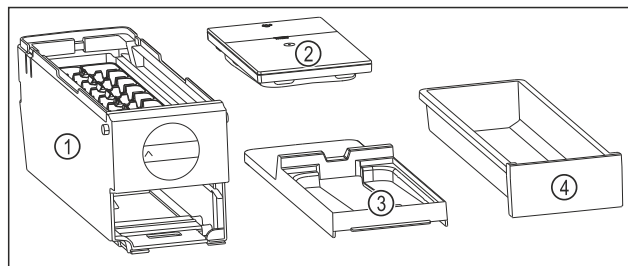

Fig. 185 Съставни части на EasyTwist-Ice
- EasyTwist-Ice е разглобен на четири части. (виж Fig. 185)
- Разглобявайте EasyTwist-Ice само на изобразените съставни части. (виж Fig. 185)
- Почистете корпуса на EasyTwist-Ice Fig. 185 (1) като едно цяло.